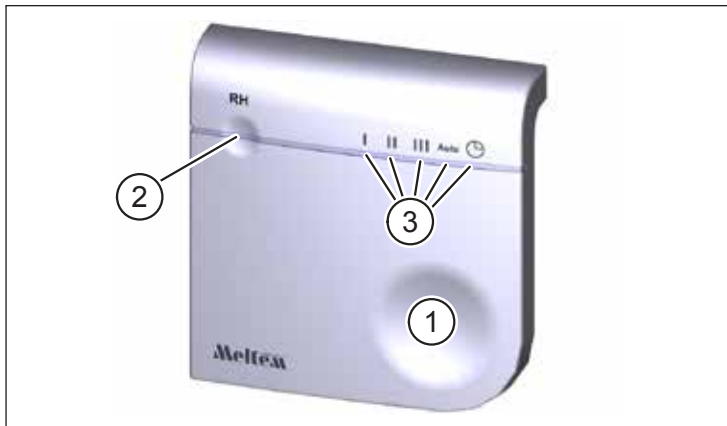

Abb. 1: Externer Funksensor Feuchte
Pos. in Abb. 1	Beschreibung
Der Funksensor Feuchte dient zur kabellosen Bedienung von Lüftungsgeräten der Serien M-WRG-II und M-WRG ab Bj. 2020 (außer Gerätetypen mit BUS-Anschluss). Gleichzeitig lässt sich die Feuchte an einem von Ihnen gewählten Montageort bestimmen, der innerhalb der Funkreichweite liegen muss. Die Lüftungsprogramme „Feuchteregelelung“ bzw. „Automatikbetrieb“ nutzen die übertragenen Messwerte, um die Luftleistung des Gerätes automatisch an den Lüftungsbedarf anpassen zu können. Pro Lüftungsgerät lässt sich ein Funksensor Feuchte anmelden. Falls das Lüftungsgerät über einen internen Feuchtesensor verfügt, wird dieser automatisch deaktiviert. Lüftungsgeräte ohne internen Feuchtesensor können mit dem Funksensor Feuchte um die Funktionalität der Feuchteregelelung erweitert werden. Mit der Bedientaste (Pos. 1 in Abb. 1) lassen sich fünf unterschiedliche Lüftungsstufen/-programme aktivieren. Die aktuelle Wahl wird durch eine der fünf grünen Mode-LEDs (Pos. 3 in Abb. 1) angezeigt. Die mehrfarbige Status-LED (Pos. 2 in Abb. 1) signalisiert Betriebszustände von Funksensor und Lüftungsgerät. Überschreitet in den Lüftungsprogrammen „Feuchteregelelung“ bzw. „Automatikbetrieb“ die relative Raumluftfeuchte 60 % rF (werkseitige Einstellung), wird die Lüftungsstufe kontinuierlich bis max. 60 m³/h erhöht, bis die Raumluftfeuchte wieder unter 60 % rF sinkt. Der Funksensor wird mit den mitgelieferten Dübeln und Schrauben an der Wand befestigt (siehe Abschnitt 4.1).
- ▶ Tippen Sie auf die Bedientaste (Pos. 1 in Abb. 1). Das Lüftungsgerät bestätigt den Verbindungsaufbau akustisch, die Status-LED blinkt grün.
- ▶ Tippen Sie auf die Bedientaste (Pos. 1 in Abb. 1), um den aktuellen Status abzufragen. Dieser wird durch die Status-LED (Pos. 2 in Abb. 1) und die Mode-LEDs (Pos. 3 in Abb. 1) signalisiert.
Die Status-LED (Pos. 2 in Abb. 1) kann nach Antippen der Bedientaste (Pos. 1 in Abb. 1) folgende Rückmeldungen absetzen: